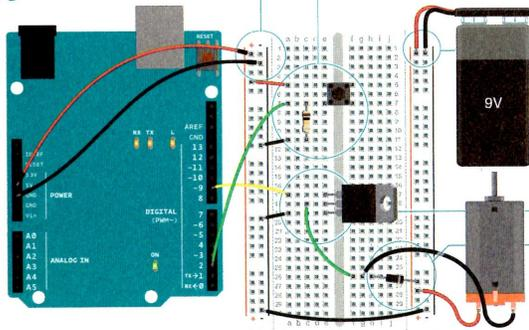

Fig. 1
- 3 Quando usi circuiti con tensioni differenti, devi collegare tra loro le masse per creare una massa comune. Collega il connettore per batteria 9V alla breadboard. Collega la massa della batteria alla massa di Arduino sulla breadboard con un ponticello come mostrato in Fig. 1. Poi attacca l'estremità libera del motore all'alimentazione 9V.
- 5 Poi, collega l'alimentatore del motore al motore e alla breadboard. L'ultimo componente da aggiungere è il diodo. Il diodo è un componente polarizzato: va inserito nel circuito solo in una specifica direzione. Nota che il diodo ha una striscia su una estremità: è il polo negativo, o catodo, del diodo. L'altro è il polo positivo o anodo. Collega l'anodo del diodo a massa del motore e il catodo del diodo all'alimentazione del motore. Guarda la Fig. 1. Sembra al rovescio, e infatti lo è. Il diodo ti aiuta a prevenire ogni controtensione generata dal motore che rientra nel circuito. Ricorda, la controtensione viene generata nella direzione opposta alla tensione che fornischi.